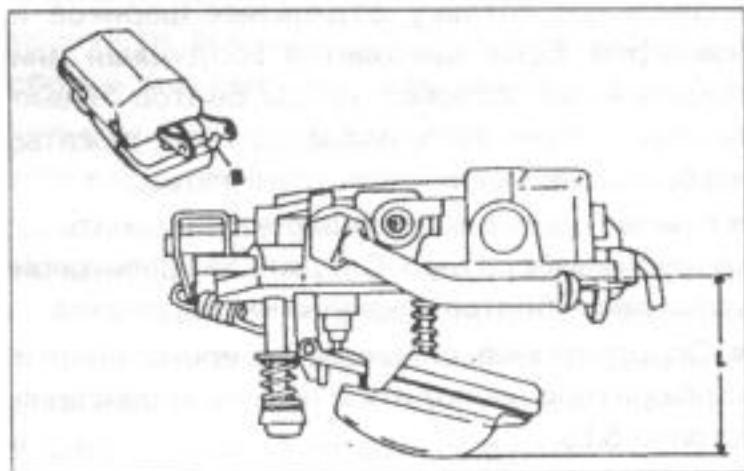

Рис. 131.
- Для второй проверки поплавок держать так, как показано на рис. 131, и замерять размер "L" между указанными точками. Если он не равен 44,0 мм, то язычок поплавка "B" на рисунке нужно соответственно согнуть.